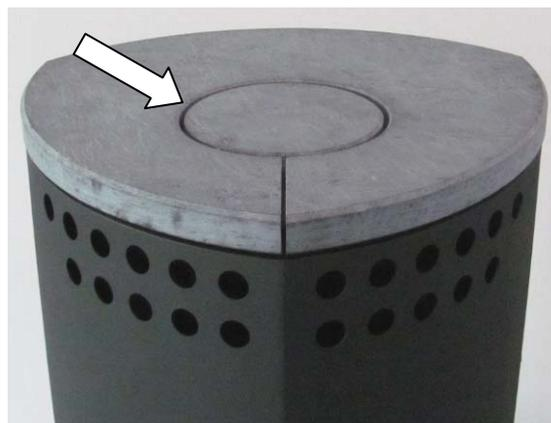

Fig. 8 : Plaque décorative en pierre ollaire
- Placer le couvercle décoratif en acier fourni puis, pour finir, poser la plaque décorative en pierre ollaire (Fig. 8).